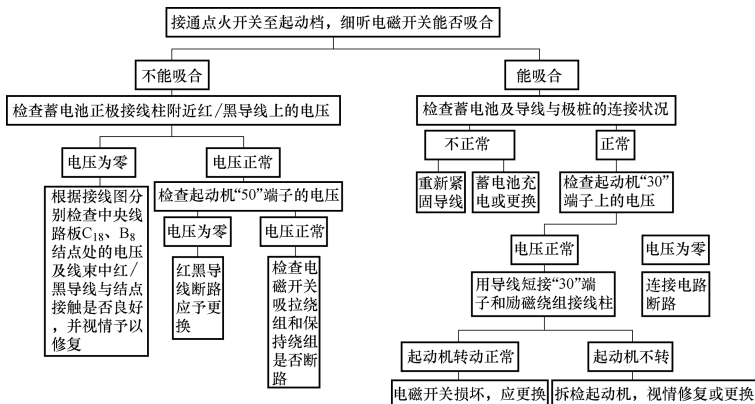

图 4-54 起动机不转动的故障诊断与排除
(3) **故障诊断与排除** 故障诊断如图 4-54 所示。